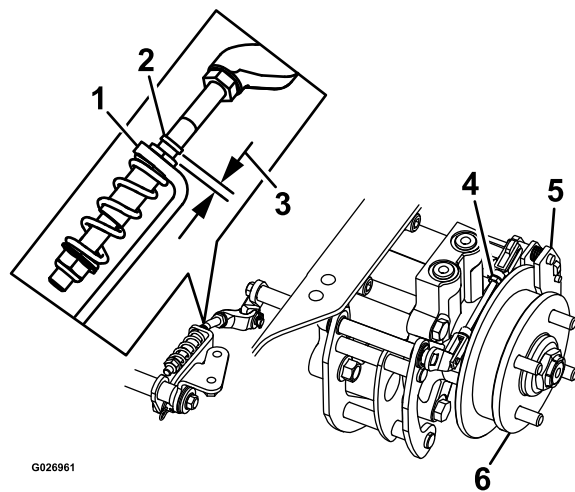

Figure 87
7. Vérifiez si un espace est visible entre le support en L et la butée de tringlerie (Figure 87).